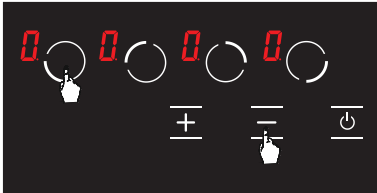

Abbildung 21
2. Berühren Sie die Auswahltaste (**0**) für die vordere linke Kochplatte und die Minustaste (**-**) gleichzeitig, (siehe Abb. 21) Dabei ertönt ein kurzer Signalton. Danach werden die Finger vom Bedienfeld des Herds entfernt.